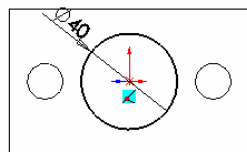

图 5-44 轴筒草图
⑨ 绘制圆。选择上面完成的底板上表面，单击草图绘制按钮，新建一张草图。点击工具按钮，使绘图平面转为正视方向。单击工具栏中的圆按钮，以系统坐标原点为圆心绘制一个直径为 40mm 的圆，如图 5-44 所示。
⑩ 拉伸实体。单击拉伸凸台/基体按钮，设定拉伸的终止条件为：给定深度。在微调框中设置拉伸深度为 50mm，保持其他选项的系统默认值不变，点击确认按钮，完